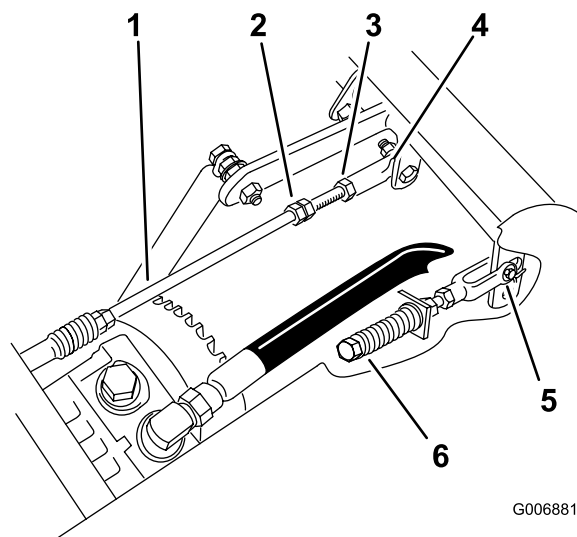

Figure 61
3. Réglez la longueur de la tige de pompe en tournant les doubles écrous dans le sens voulu, jusqu'à ce que la roue soit immobilisée ou tourne légèrement en marche arrière (Figure 61).
6. Serrez le contre-écrou contre la rotule (Figure 61).